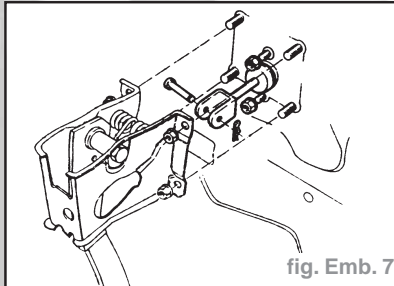

fig. Emb. 7
- Déposer la pédale d'embrayage et son support (fig. Emb. 7).